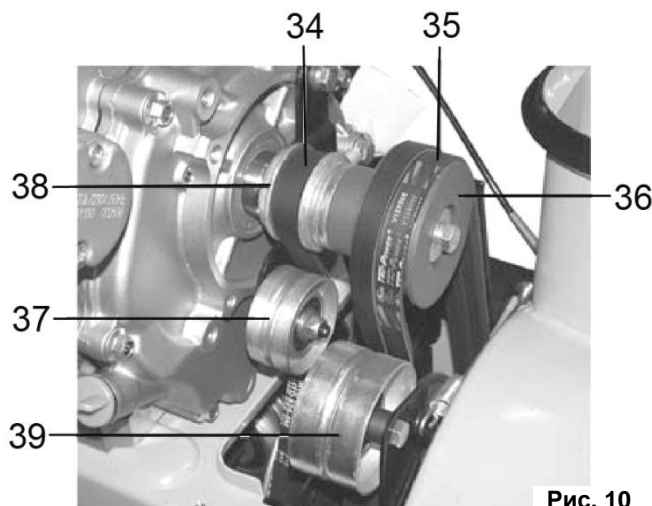

Рис. 10
- Ремни должны быть установлены без перекосов. Натяжение ремней (34;35) происходит путем регулировки хода натяжных роликов (36;37;38;39)(См. Рис.10).